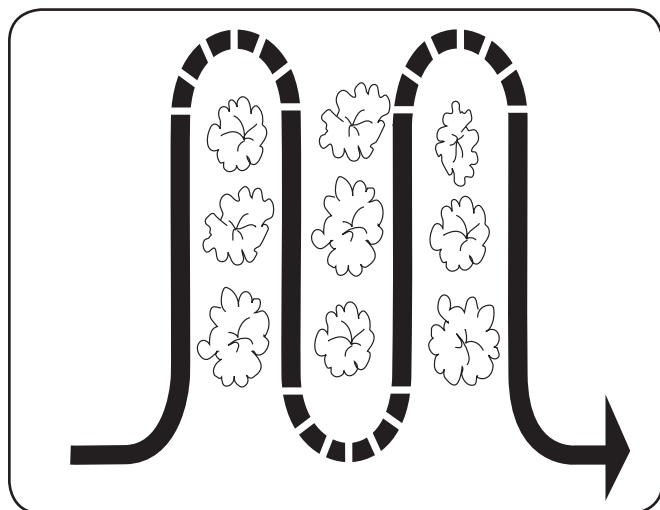

Figure 5-6
- Lorsque vous labourez le sol autour des plantes, réglez la profondeur de labourage entre 1" et 2". Voir Figure 5-6. Utilisez un réglage de très faible profondeur pour éviter d'abîmer les racines des plantes qui poussent souvent près de la surface. Si nécessaire, soulevez la poignée légèrement pour empêcher les dents de creuser trop profondément. En plus d'éliminer les mauvaises herbes, un labourage régulier ameublir et aère le sol, ce qui permet une meilleure absorption de l'humidité et une croissance plus rapide des plantes. Pour rendre le labourage plus facile, arrosez la zone de travail quelques jours avant le labourage et laissez reposer le sol fraîchement travaillé pendant un jour ou deux avant d'effectuer un passage final de labourage en profondeur.